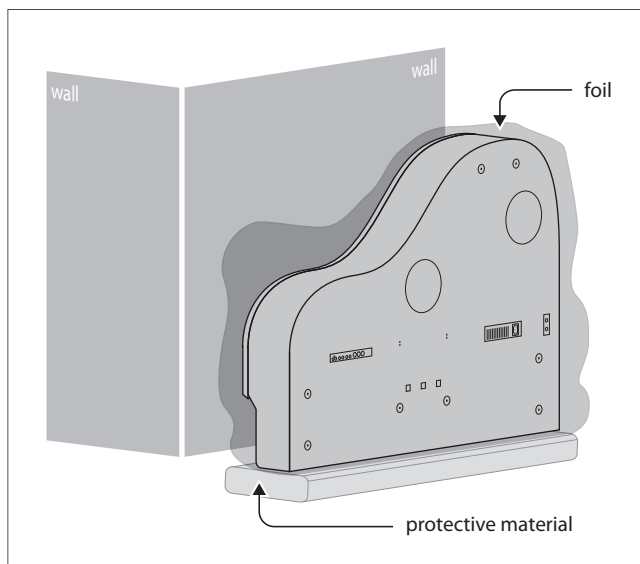

Fig. 2.1: Posición de ensamblaje
- 1) Coloque la caja del piano 1 sobre algún material protector suave, como espuma de poliestireno, y apóyela contra una pared con la parte delantera hacia el piso y la tapa hacia la pared (ver Fig. 2.1).